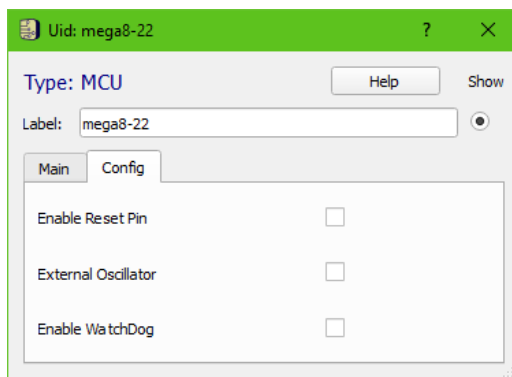

Рисунок 10.13 – Вікно налаштувань мікроконтролера
– На вкладці “Config” (рис. 10.13) розташовані наступні налаштування: